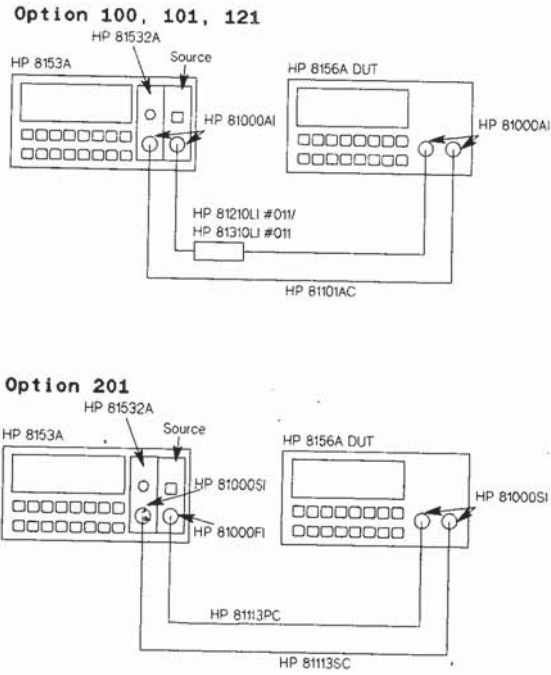

図 D-2. 総挿入損失テストのセットアップ 2
6. 図 D-2 に従って装置を接続します。
2. 図 D-2 に従って装置を接続してください。
減衰確度テストの際と同じ装置、テスト・セットアップ、装置設定を使います (図 D-2 参照)。